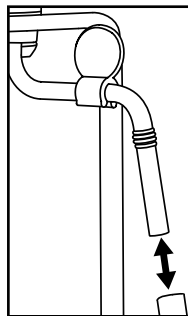

Figure 3
- 1) Tenez un récipient vide sous le mousser à lait ⑩.
- 2) Juste après utilisation, tournez le régulateur de vapeur ⑦ sur «+» et laissez s'échapper la vapeur quelques secondes.
- 3) Fermez le régulateur de vapeur ⑦ (tournez jusqu'à la butée dans le sens «→»), arrêtez l'appareil et débranchez la fiche secteur.
- 5) Retirez la gaine du mousser à lait ⑩ (figure 3) et la nettoyez soigneusement à l'eau chaude.
- 7) Glissez à nouveau la gaine sur la buse (figure 3).